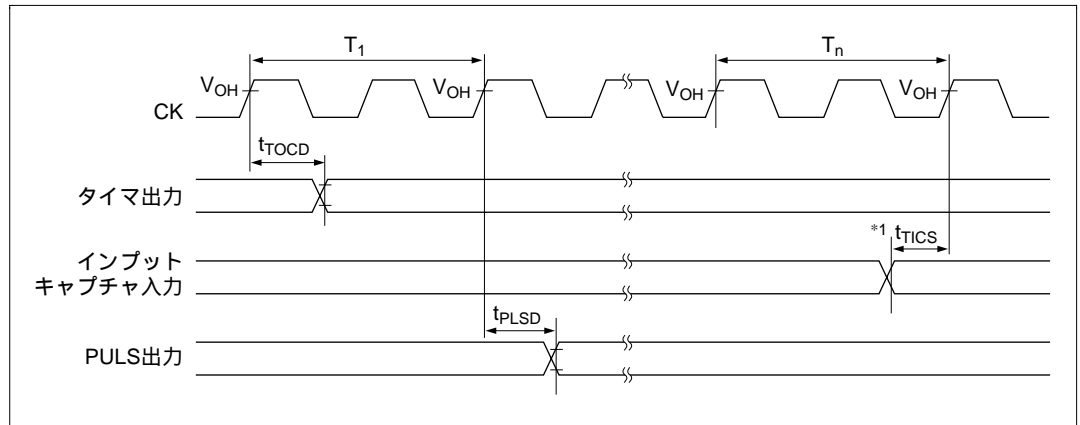
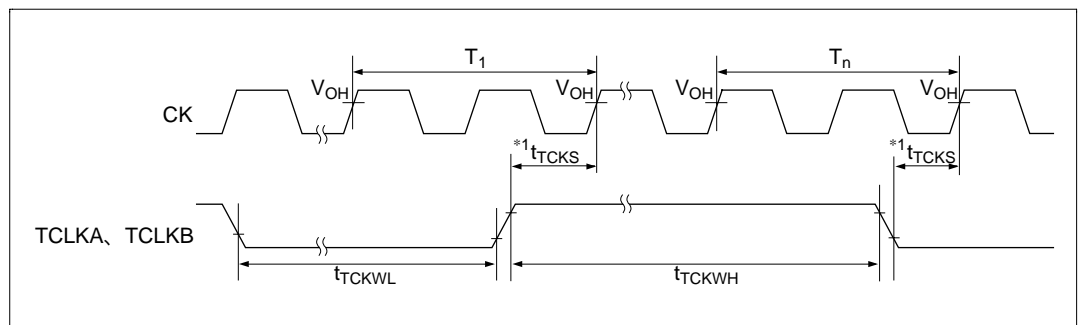

図 24.11 ATU 入出力タイミング、APC 出力タイミング
図 24.12 ATU クロック入力タイミング
- *1 タイマ入力信号およびタイムクロック入力信号は非同期入力ですが、図 24.11、図 24.12 に示す 2 ステート間隔のクロック立ち上がりで変化が生じたものとして判定されます。図示のセットアップを守れない場合はそれから 2 ステート後のクロック立ち上がりまで認識が遅れることがあります。
- *2 ポート入力信号は非同期入力ですが、図 24.12 に示された 2 ステート間隔の CK クロック立ち上がりで変化が生じたものとして判定されます。図示のセットアップを守れない場合はそれから 2 ステート後のクロックの立ち上がりまで認識が遅れることがあります。